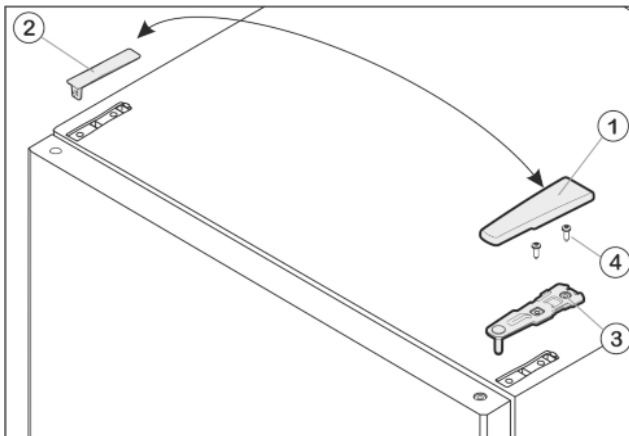

Fig. 8
- ▶ Abdeckung Fig. 8 (1) nach vorne und oben abziehen.
- ▶ Abdeckung Fig. 8 (2) abheben.
- ▶ Oberen Lagerbock Fig. 8 (3) abschrauben (2 mal Torx® 25) Fig. 8 (4) und nach oben abziehen.
- ▶ Oberen Lagerbock Fig. 8 (3) auf der neuen Scharnierseite in die Tür einsetzen.
- ▶ Oberen Lagerbock **fest (mit 4 Nm)** anschrauben (2 mal Torx® 25) Fig. 8 (4). Schraublöcher evtl. vorstechen oder Akkuschauber verwenden.
- ▶ Abdeckung Fig. 8 (1) und Abdeckung Fig. 8 (2) jeweils auf der Gegenseite von außen aufsetzen und einrasten.